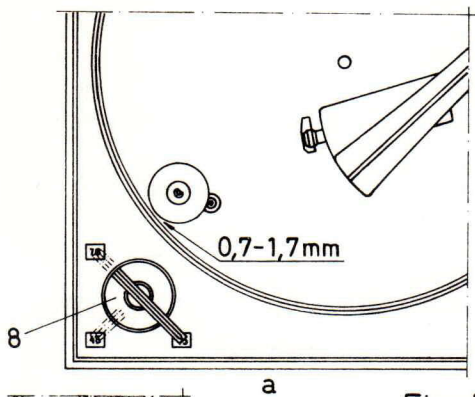
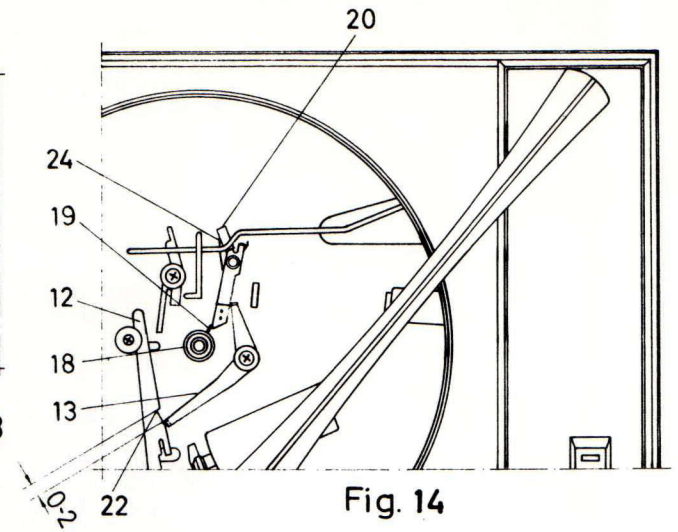

Fig. 7
Fig. 14
KONTROLL AV SPELET MELLAN BASPLATTA OCH MELLANHJUL. FIG 7.
FÖR IN TONARMEN MOT CENTRUMAXELN. STÄLL VREDET (8) I LÄGENA 33, 45 OCH 78 V/MIN. ÄR MELLANHJULET RÄTT INSTÄLLT, BLIR SPELET MELLAN OVAN ANGIVNA DELAR 0,7 - 1,7 MM. OM EN JUSTERING SKULLE BLI NÖDVÄNDIG, KAN ARMEN (9) FIG 7 B, BOCKAS ÅT ENA ELLER ANDRA HÅLLET.
KONTROLL AV FUNKTIONER VID AUTOMATISKT STOPP. FIG 14.
FÖR IN TONARMEN ETT STYCKE, SÅ ATT ANSLAGSARMEN (20) RÖR SIG, OCH ANVÄND ETT SKIVTALLRIKSCENTRUM (18) PÅ SKIVTALLRIKSAXELN VID KONTROLLEN. VRID DETTA SÅ ATT STOPPTRÅDEN (19) FATTAR TAG I ANSLAGSARMEN (20) OCH DENNA I SIN TUR PÅVERKAR STOPPARMEN (13) SÅ ATT DESS ENA SKÄNKEL GÅR IN MOT URTAGET (22) I START- OCH STOPPARMEN (12), DÄR AVSTÅNDET ENLIGT FIG 14 SKALL VARA 0 - 2 MM.
VREDET (8), FIG 7, STÄLLES I LÄGE 33. EN 45-VARVSSKIVA LÄGGS PÅ FÖR AVSPELNING. DÅ AUTOMATISKA STOPPET VERKAT KONTROLLERA ATT SKIVTALLRIKEN EFTER DETTA GÅR RUNT SÅ LÅNGT ATT ETT "KLICKANDE" LJUD HÖRS, NÄR ANSLAGSARMEN (20), FIG 14, SLÅR EMOT SITT STOPP. DENNA KONTROLL KAN PÅSKYNDAS GENOM ATT FÖRSIKTIGT MATA FRAM TONARMEN MOT CENTRUM.